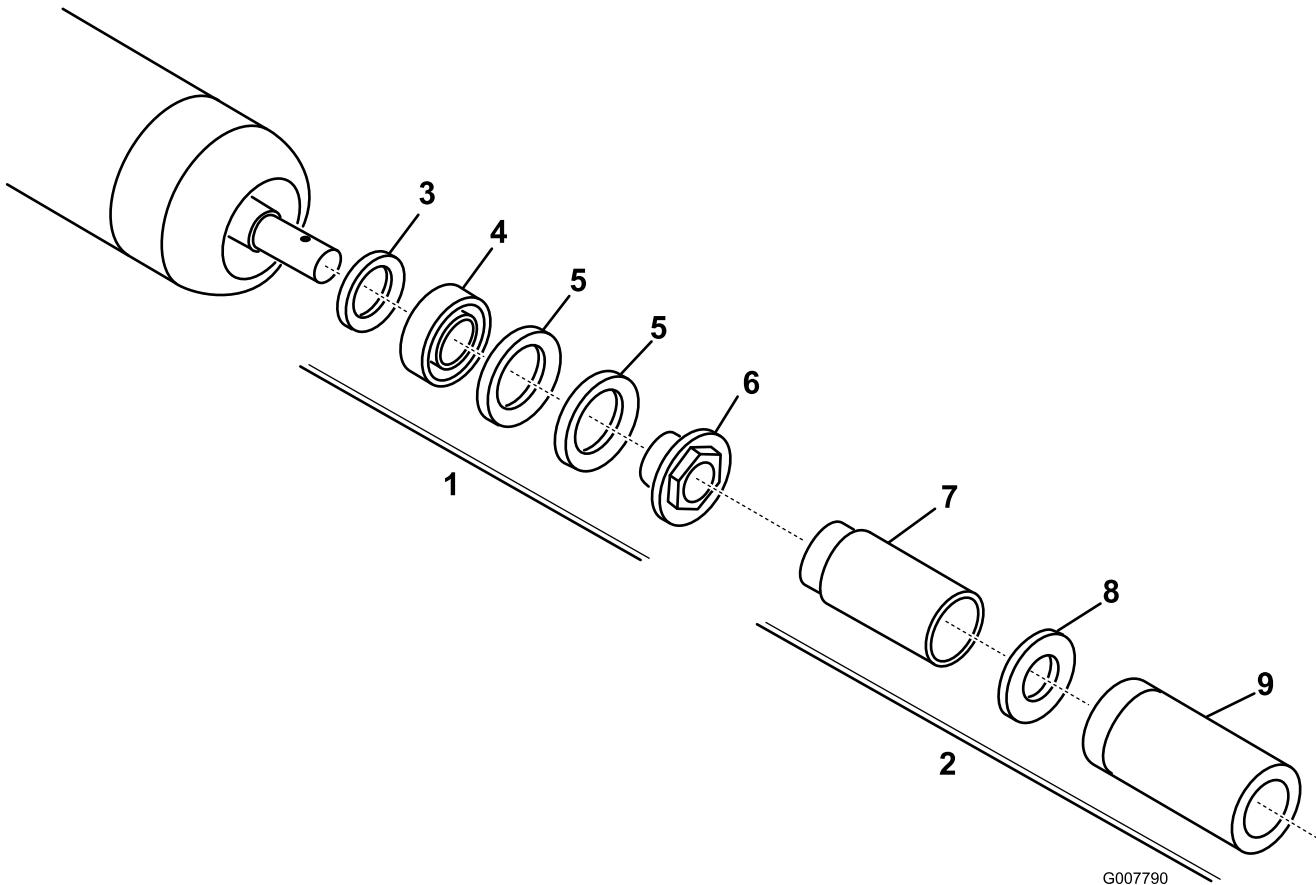

**Bild 29**
3. Ziehen Sie die Federspannungsmutter an, bis die Feder zusammengedrückt ist, drehen Sie sie dann eine 1/2 Umdrehung heraus (Bild 29).